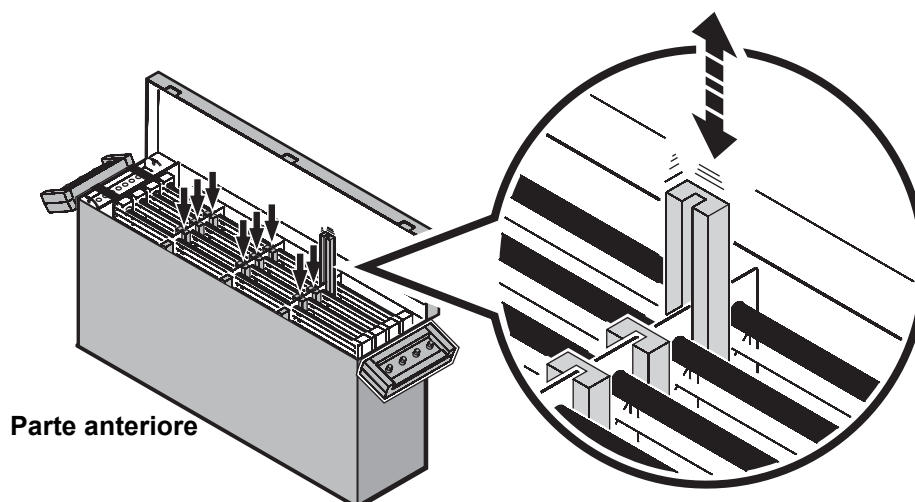

Figura 3: orientamento della striscia di protezione
2. inserire le strisce di protezione fornite con la custodia flightcase facendo in modo che il canale all'interno di ciascuna striscia sia rivolto verso la parte anteriore della custodia stessa e scivoli sopra le staffe di plastica chiara come indicato in Figura 3.